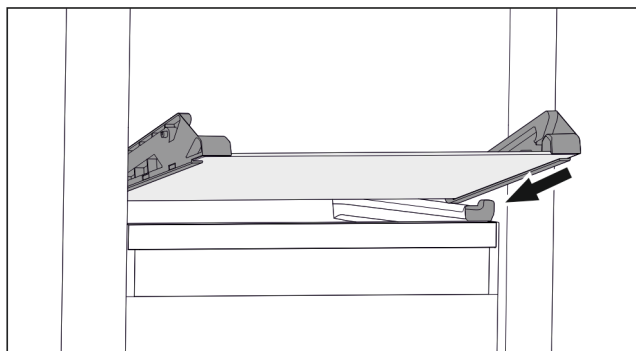

Fig. 71 Ripiano in vetro del cassetto ribaltabile
- ▶ Applicare il ripiano in vetro obliquamente dietro i fermi. (vedere Fig. 71)